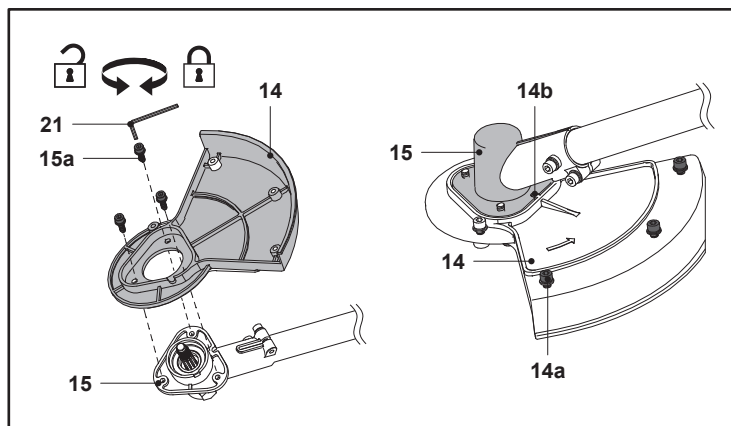

Fig. 4
4. Aliniază apărătoarea dispozitivului de tăiere (14) cu capul antrenor (15) (Fig. 4).
5. Asigură-te că piciorușul de ghidare (14b) corespunde cu fanta din capul antrenor (15).
6. Fixează apărătoarea cu cele trei șuruburi (15a) folosind unealta multifuncțională (21).